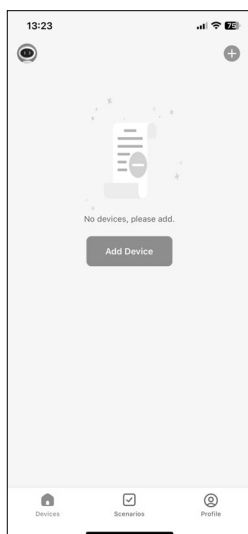

Fig. 1
- ▶ Si todavía no ha registrado ningún aparato en la app MEDION Life+, pulse el botón **ADD DEVICE** (fig. 1).